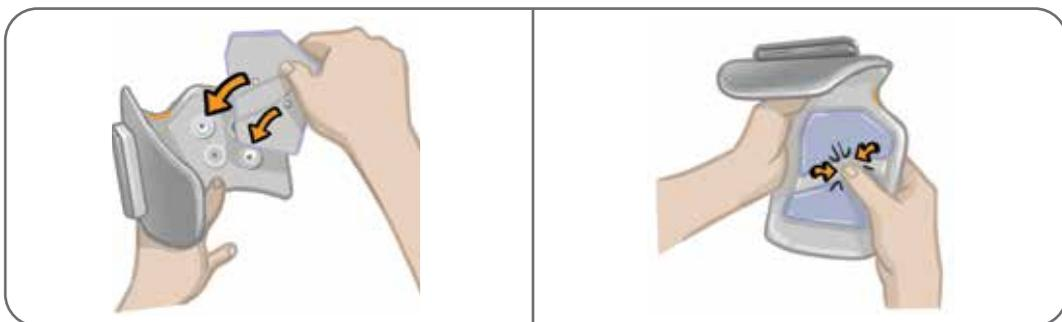

Figura 6-4: Alinhamento e fixação do eletrodo de encaixe rápido
5. Certifique-se de que as coberturas de encaixe do manguito estejam no lugar. Alinhe os encaixes laranja e azul do eletrodo de encaixe rápido com os orifícios de plugue laranja e azul do manguito da parte inferior da perna. Veja a Figura 6-4.
6. Pressione firmemente para encaixar o eletrodo de encaixe rápido no manguito da parte inferior da perna. Veja a Figura 6-4.